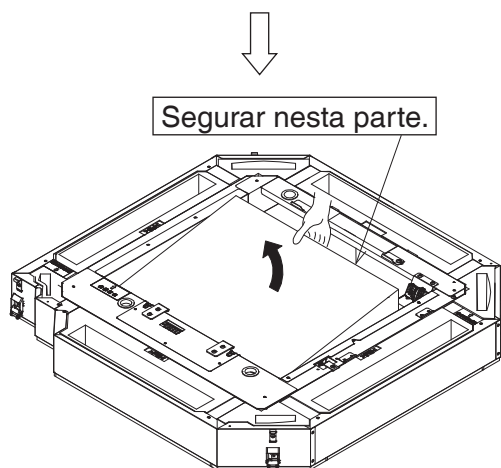

Figura 8
- (1) Remova as fitas que fixam os fios de alimentação e de sinal.
- (2) Remova as fitas que fixam os ganchos (filtro) (2 locais).
- (3) Remova a fita que fixa o filtro plissado (1).
- (4) Segure o filtro plissado (1) na parte indicada na **Figura 8** e retire-o.